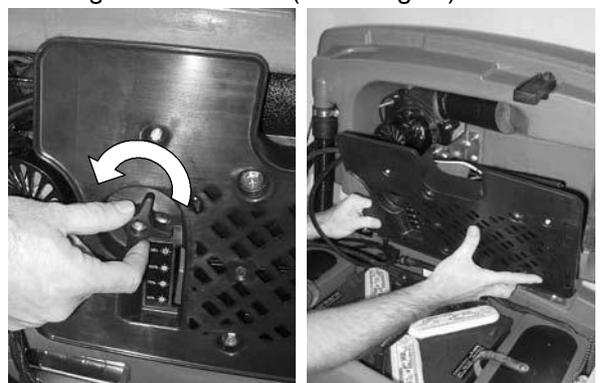

ABB. 35
1. Entfernen Sie den Knopf, mit dem die Montageabdeckung des Ladegeräts befestigt ist, und entfernen Sie die Abdeckung, um Zugang zum Ladegerät zu erhalten (Abbildung 35).